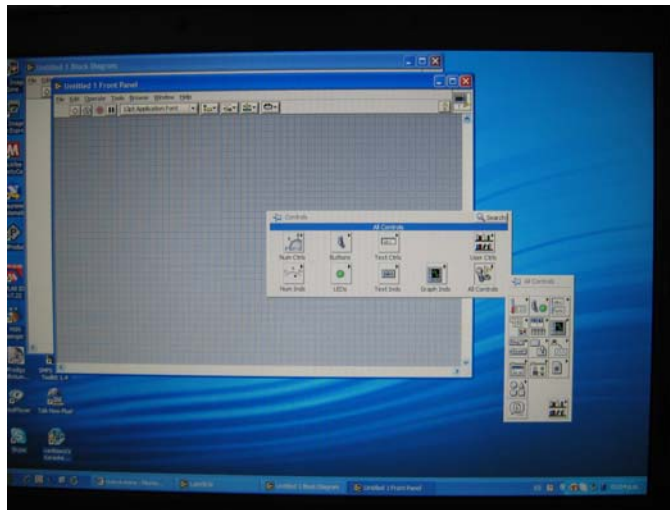

Figura 7.8: Ventana de panel frontal y funciones.
4. Ir al panel frontal y acomodar los ítems (figura 7.8).
- Las imágenes fotográficas de esta práctica se omiten, ya que se utiliza el mismo equipo que en la primer práctica y son de la figura 7.2 a la figura 7.8.